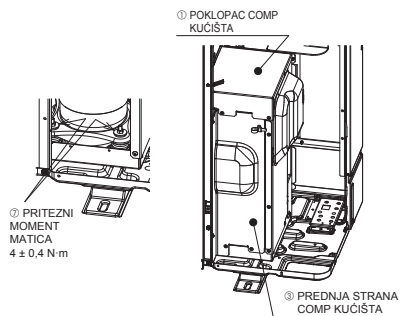

Fig. 4-2
- Nakon što uklonite fiksne COMP dijelove, obavezno zategnite matice i vratite POKLOPAC COMP KUČIŠTA i PREDNJU STRANU COMP KUČIŠTA u prvobitno stanje. (Fig. 4-2)